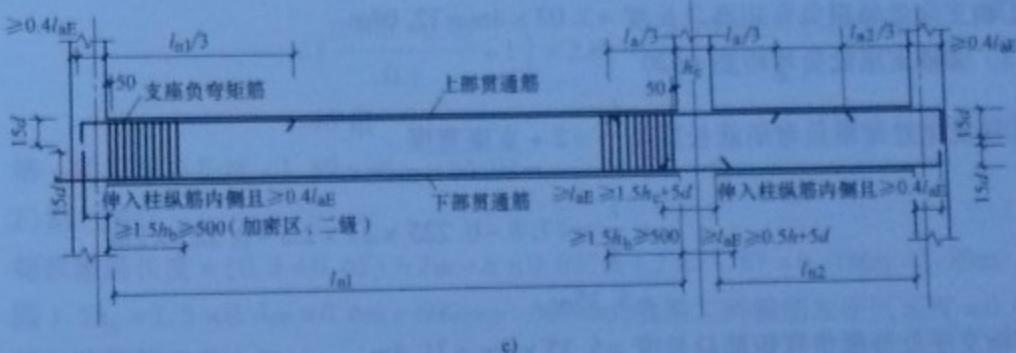

图 1-71 某框架结构房屋示意图
**【例 1-71】** 某构架结构房屋, 抗震等级为二级, 其框架梁的配筋如图 1-71 所示, 已知梁混凝土的强度等级为 C30, 柱的截面尺寸为 450mm × 450mm, 板厚 100mm, 正常室内环境使用, 试计算梁内的钢筋工程量。